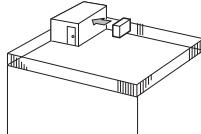

Fig. 2-3
- ① Umistěte výstup vzduchu směrem k nejbližší dostupné zdi a ponechte u ní volný prostor přibližně 35 cm. (Fig. 2-3)